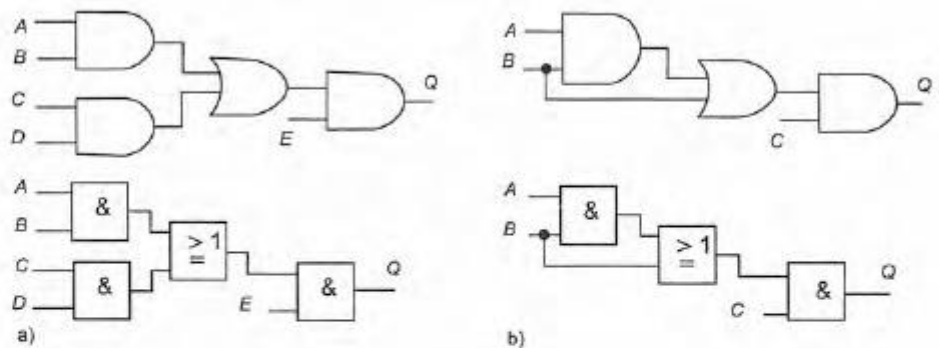

Figura 14.49
10. Indique cuáles son las funciones booleanas de los circuitos lógicos que se muestran en la figura 14.49.